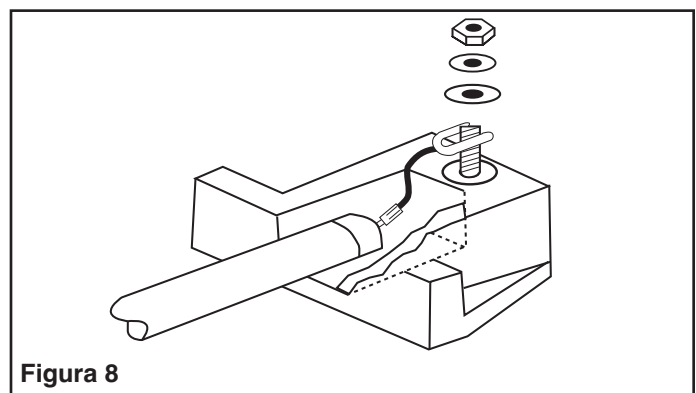
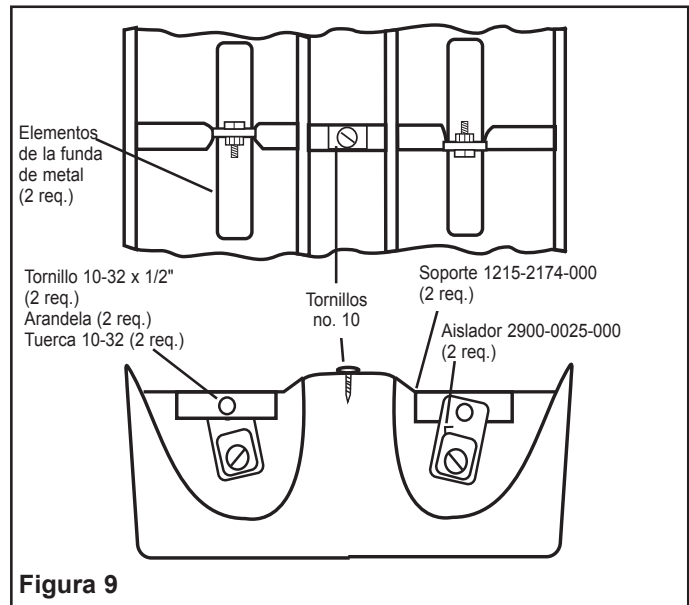

Figura 8
Figura 9
1. Eliminar la cubierta del terminal en cada artefacto para obtener acceso a los bloques terminales. Aflojar la tuerca hexagonal no. 10 e instalar el elemento según se indica en la Figura 8.
indica en la Figura 8. Con un extremo del elemento fijado al terminal, deslizar el aislador sobre el elemento de la funda de metal y fijar el extremo opuesto del elemento. Completar el ensamblado según se indica en la Figura 9 usando el soporte con un orificio de montaje (descartar los soportes con 2 orificio de montaje).